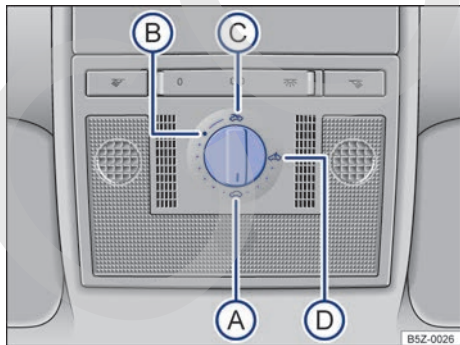

Fig. 34 En el guarnecido del techo: mando giratorio del techo solar.
Gire el mando ⇒ fig. 34 hasta la posición deseada para regular las siguientes posiciones del techo solar:
- Gire el interruptor a la posición \Rightarrow fig. 34  y tire hacia abajo en la zona posterior hasta que el techo solar quede completamente cerrado.